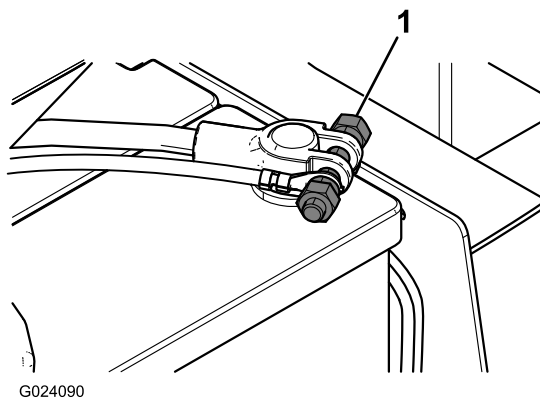

Рисунок 18
9. Снимите имеющиеся крепежные детали с клемм аккумулятора и установите болты с двойными гайками (Рисунок 18).